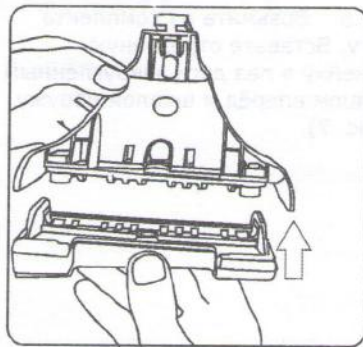

рис. 5
1.2.2. Возьмите из комплекта адаптеров платформу с резиновой подушкой, и установите на опору с переходной планкой, как показано на рис. 5.